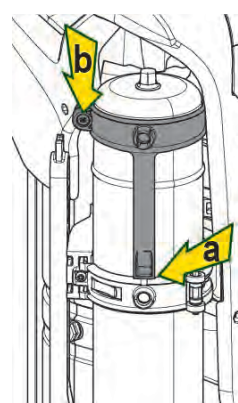

Рисунок 26
- Наденьте на бак кольцо, вставив его в соответствующий паз на стопорном хомуте до упора (Рис. 26а)